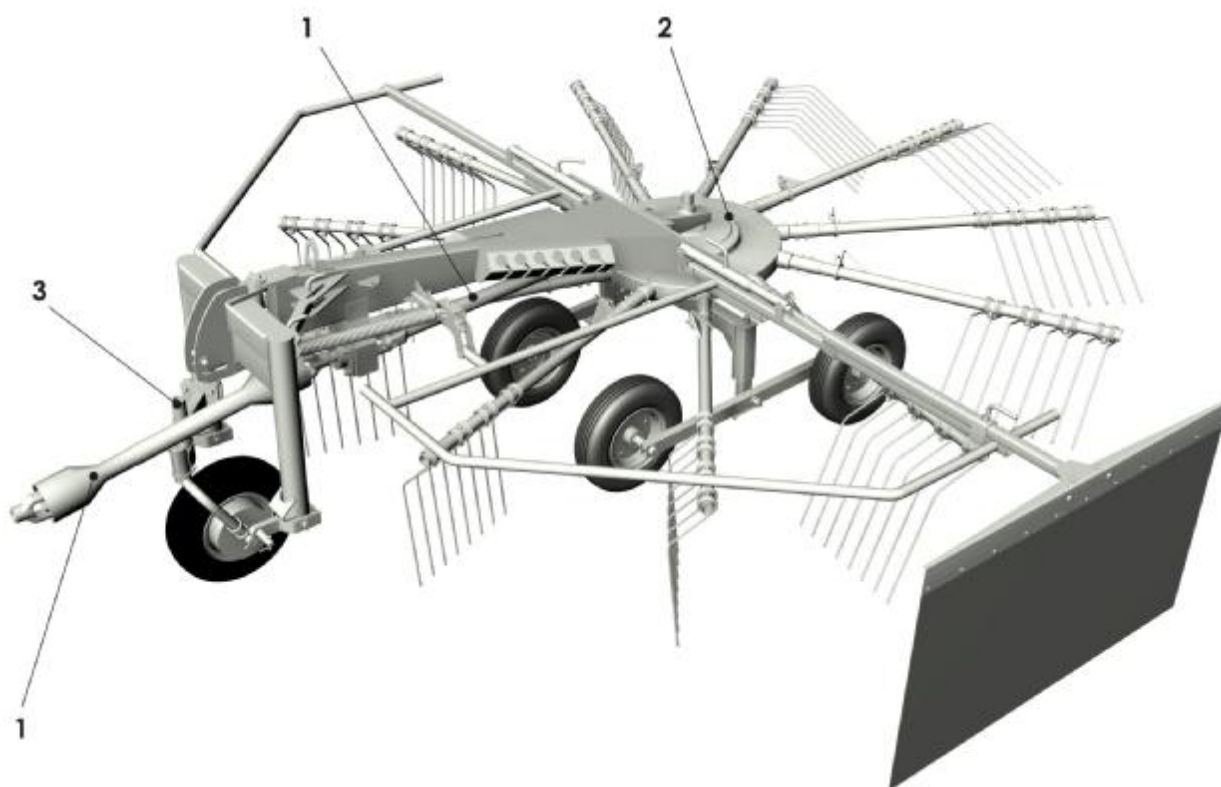

Рис. 14 Объекты смазки граблей
- смазать элементы машины согласно таблице 3 и рис.14 и 15.
В период эксплуатации смазку граблей производите в соответствии табл. 3 и рис. 14,15.